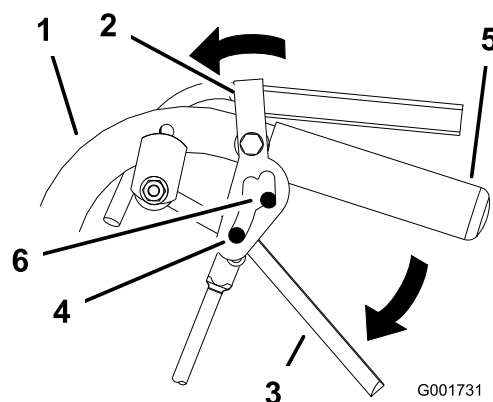

Figura 11
2. Posizionate i pollici in cima ai dispositivi di blocco e spingete i dispositivi avanti fino a collocare i perni nella scanalatura della marcia avanti (Figura 11).